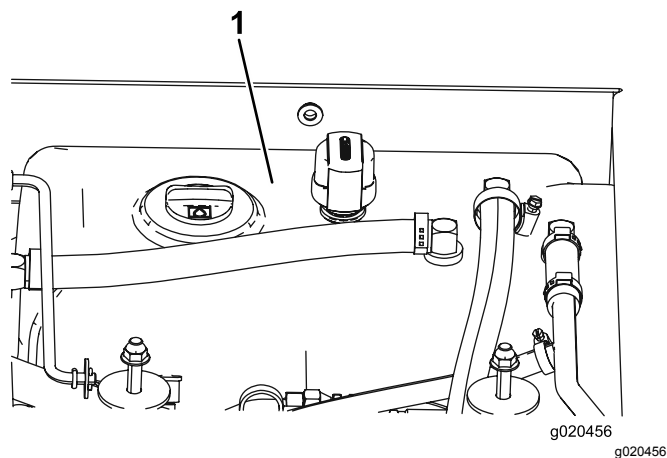

Рисунок 116
4. Залейте гидравлическую жидкость в бак (Рисунок 116); см. Замена гидравлической жидкости \(страница 86\).